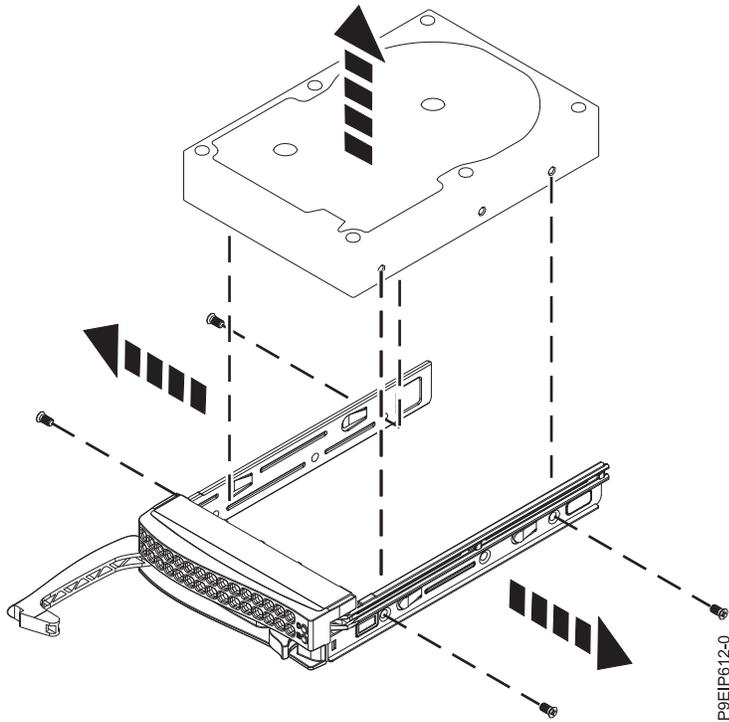

Figura 2. Extracción de la unidad de 3,5 pulgadas de la bandeja
- Para una unidad de 3,5 pulgadas, quite la unidad de los laterales de la bandeja quitando cuatro tornillos, (2 en cada lado), tal como se indica en la Figura 2 en la página 5.